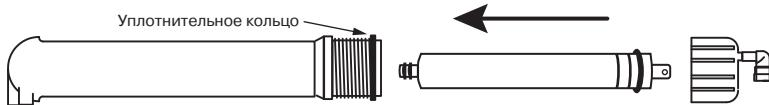

Рис. 15
1. Установите префильтр(ы). Первый префильтр (маркировка на колбе PREFILTER) уже установлен во всех моделях. В во вторую колбу (маркировка CARBON) установите угольный картридж. В третью ступень (SEDIMENT) установите механический префильтр. Картриджи, соответствующие ступеням очистки для каждой модели фильтров, перечислены в таблице на стр. 15 . Для установки картриджа необходимо раскрутить колбу при помощи ключа (10). Аккуратно снимите защитную пленку с картриджа и установите его в колбу. Обратите внимание на маркировку "THIS END NEXT TO VESSEL THREADS" на верхней крышке картриджа. Закрутите колбу вручную, без применения ключа, не прикладывая чрезмерных усилий.
2. Установите мембранны. Для этого отсоедините трубку (H) от быстроразъемного коннектора крышки мембранны. Открутите крышку колбы мембранны (маркировка MEMBRANE). Смажьте силиконовой смазкой резиновые уплотнения мембранны. Установите мембранны в корпус согласно **рис. 15**. Смажьте силиконовой смазкой уплотнение крышки колбы мембранны и аккуратно установите его на колбу. Закрутите крышку колбы мембранны и пристыкуйте трубку (H). Следите, чтобы уплотнительное кольцо крышки колбы было установлено на колбе без перекосов.